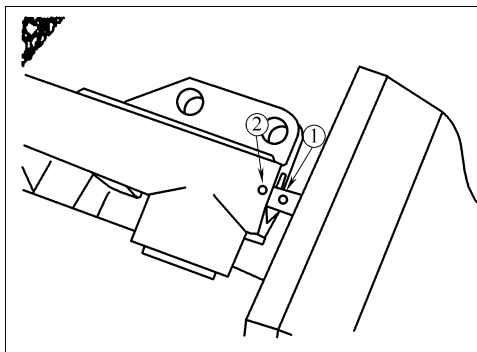

图 2-36 夹紧自动张紧器
② 安装机油泵齿轮。
③ 在螺母与轴承的结合面涂抹机油。
④ 按照规定的力矩拧紧螺母。
(7) 自动张紧器的安装
① 若自动张紧器杆在伸出位置，应按下述步骤使其缩回。
② 如图 2-36 所示，用带有软钳口的台虎钳夹紧自动张紧器。